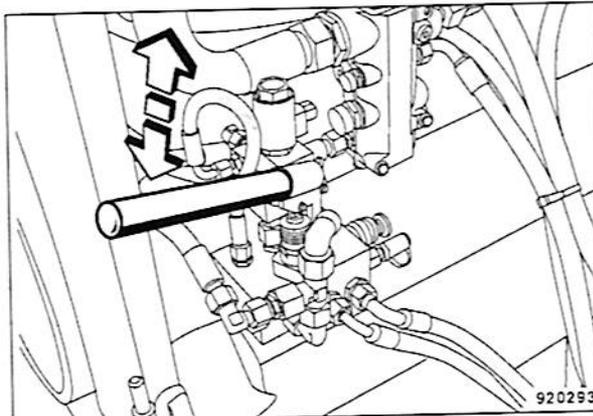

Fig. 105
- Soltar el freno por accionamiento de la boma (Fig. 105) de mano.